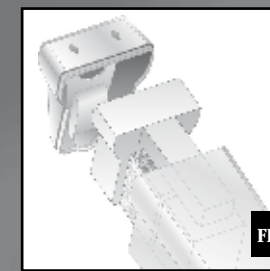
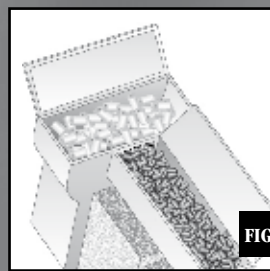

FIG. 2
FIG. 3
Togliere il filtro dall'acquario e spostarsi su un lavandino o altro contenitore per evitare di bagnare le zone circostanti. Aprire il corpo filtro (fig. 2), estrarre il contenitore dei materiali filtranti (N) semplicemente girando il filtro sottosopra e scuotendolo leggermente. Per consentire alle colonie di batteri di sopravvivere alle operazioni di pulizia si suggerisce di lavare o sostituire le spugne pre-filtro alternativamente. Aprire il contenitore del materiale chimico e sostituire il carbone. Si potrà eventualmente utilizzare un altro materiale preferito. Non lavare o pulire il materiale biologico eccetto nel caso lo si voglia sostituire con altro a scelta.
Abra el filtro (fig. 2) y cargar los recipientes con los materiales filtrantes (fig. 3). Podrá utilizar otro material si lo prefiere
Quite el filtro del acuario y llévelo a un lavabo o a cualquier otro recipiente para evitar mojar la zona que le rodea. Abra el filtro (fig. 2), extraiga el recipiente de los materiales filtrantes (N) girando simplemente el filtro y agitiándolo ligeramente. Para permitir que la colonias de bacterias sobrevivan a estas operaciones de limpieza le sugerimos lavar o sustituir la esponja pre-filtro alternativamente. Abra el recipiente del material químico y sustituya el carbón. Podrá utilizar otro material si lo prefiere. No lave ni limpie el material biológico a menos que dese substituirlo.
Open the filter (fig. 2) and fill the containers with the supplied media or others at your choice (fig. 3).
Remove the filter body from the tank and move over a sink to avoid spilling water all around. Open the filter housing (fig. 2). Take out the filter-media container simply turning it upside down and gently shaking it. It is recommended to wash or replace the pre-filtration sponges separately so that the colonies of bacteria can survive the cleaning operation. Open the chemical media container (N) and replace the carbon. You can use any other preferred media. Do not clean or wash the biological media except when you want to replace it with your preferred medium.
Ouvrir le filtre (fig. 2) et remplir les conteneurs avec les matériaux en dotation ou autres à votre choix (fig. 3).
Sortir le filtre de l'aquarium. Pour éviter de renverser l'eau partout, se mettre sur un évier et ouvrir le corps du filtre (fig. 2). Enlever le conteneur des étages de filtration (N) en le tournant à l'envers et en le remuant doucement. Il est recommandé de laver ou changer les éponges de pré-filtration séparément pour permettre aux colonies bactériennes de survivre aux opérations de nettoyage. Ouvrir le compartiment de filtration chimique et remplacer le charbon. On peut éventuellement le remplacer avec le matériau de son choix.